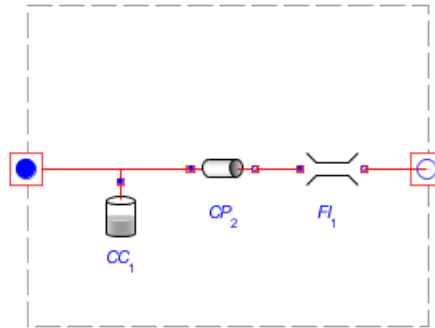

図6.27 離散化されたパイプラインのセグメント
1. 図6.26「ウォーターハンマー」や図6.27「離散化されたパイプラインのセグメント」にあるようなコンポーネントと接続のあるモデルを作成します。